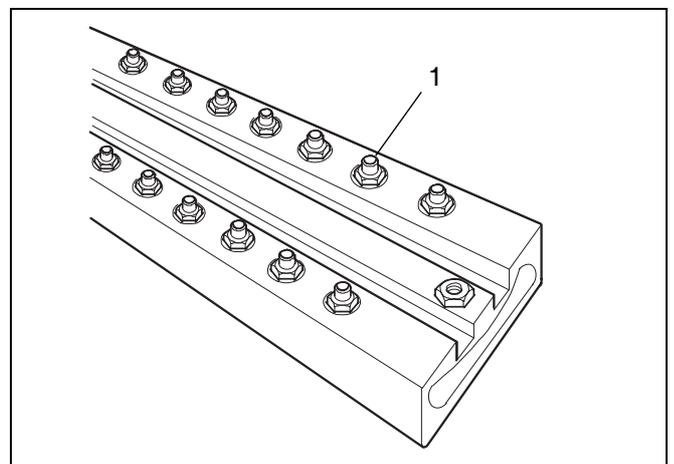

Fig. 46 Piastra degli ugelli
- Verificare gli ugelli (fig. 46, pos. 1) in base al loro contrasegno.